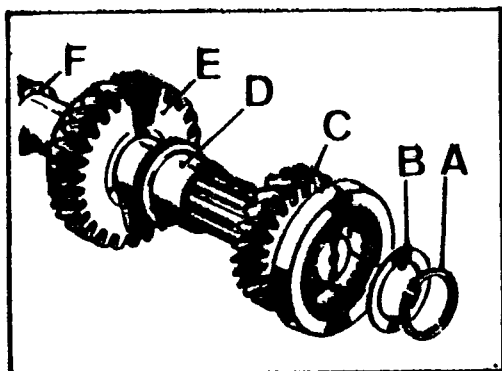
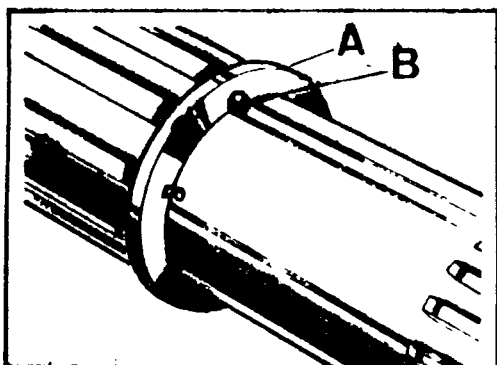

Fig. C-98 Extremo delantero del eje principal
Fig. C-99 Arandela de empuje del engranaje de segunda
- 1.1.3. Por la parte delantera se sacará el arillo elástico, A (Fig. C-98) alojado en la ranura del eje principal, la arandela, B, el piñón de tercera velocidad, C, el manguito espaciador, D, y el engranaje de segunda velocidad, E.
- 1.1.4. Si fuese necesario, se extraerá la arandela de empuje de segunda velocidad, A (Fig. C-99), retirando primero la espiga, B, de sujeción del manguito espaciador, la cual está montada a presión en el eje principal
- 3.2.1. Si se hubiese quitado la arandela de empuje, F (Fig. C-98) del engranaje de segunda velocidad, se situará en su sitio, encajándola en la espiga, pero sin colocar la espiga, B (Fig. C-99) del manguito espaciador en esta fase de montaje.